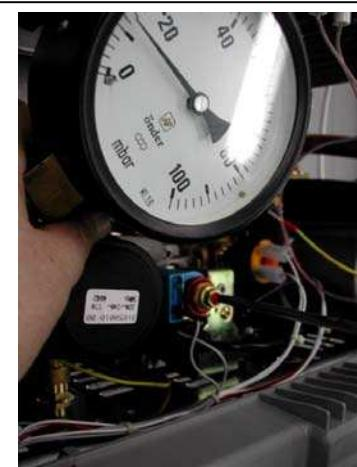

Рисунок 51
- Вращайте внутреннюю часть регулятора отверткой **по часовой стрелке** для увеличения давления и **против часовой стрелки** – для уменьшения давления (*Рисунок 51*).